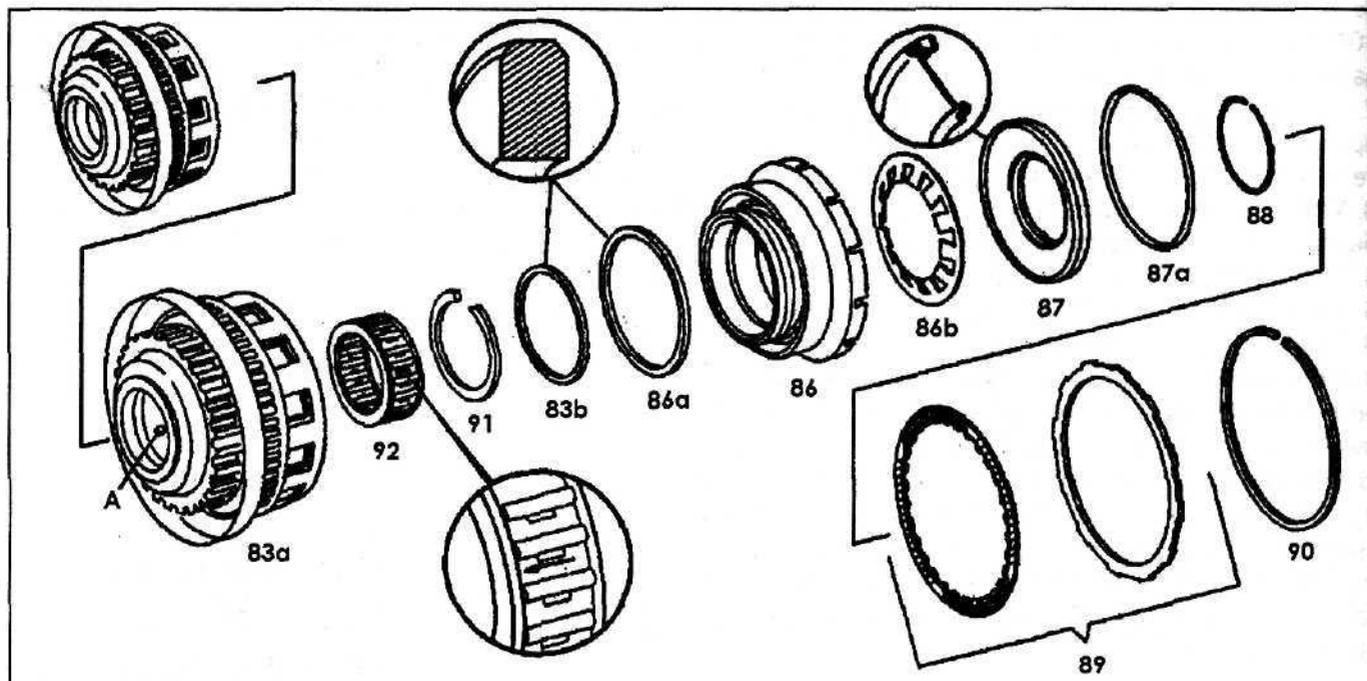

Рис. 72. Блокировочная муфта К1.
8. Установите переднюю муфту свободного хода (92) и стопорное кольцо (91). Муфту свободного хода (92) следует установить так, чтобы стрелка на ней была направлена так, как показано на рис. 72.